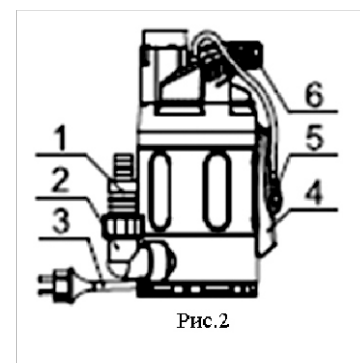

Рис. 2
5) Опустите насос в воду с помощью веревки, закрепленной в ручке 6 (см.рис.2).
6) Вставьте штепсель насоса 3 в розетку (см.рис.2).
1. Снимите индуктор 5 с кронштейна 4 (см. рис.2).